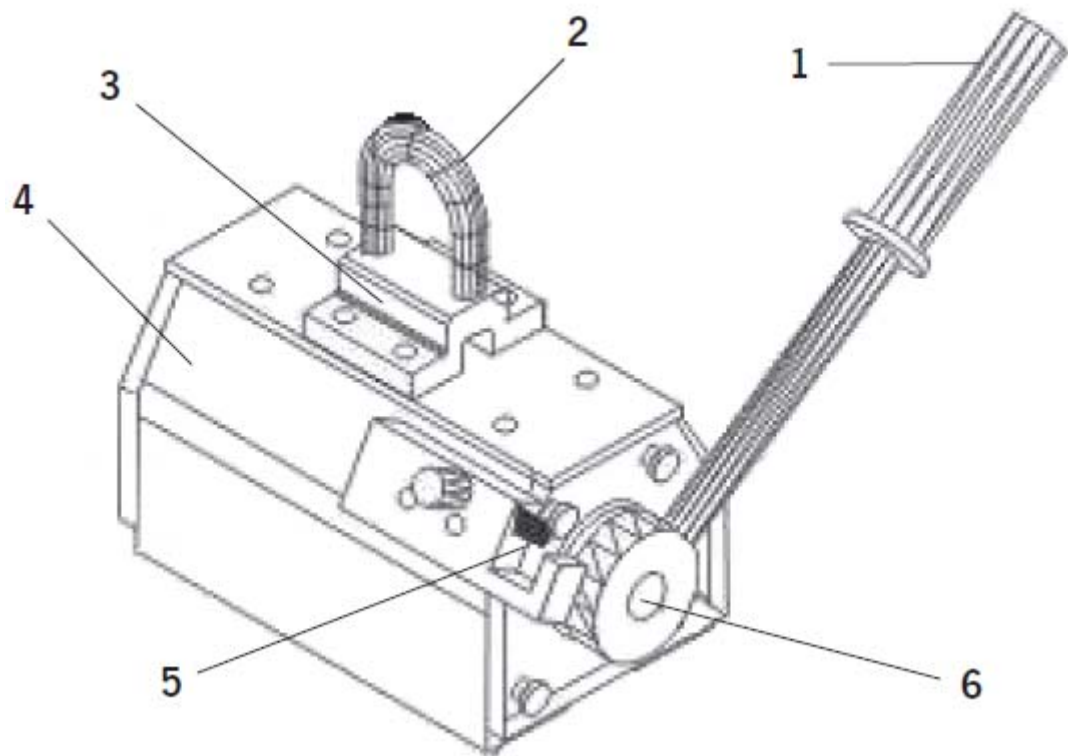

Fig. 6
- Før bruk må betjeningsarmen (fig. 6), som kan fjernes for transportformål, skrues fast på lastopptaksmiddelet.